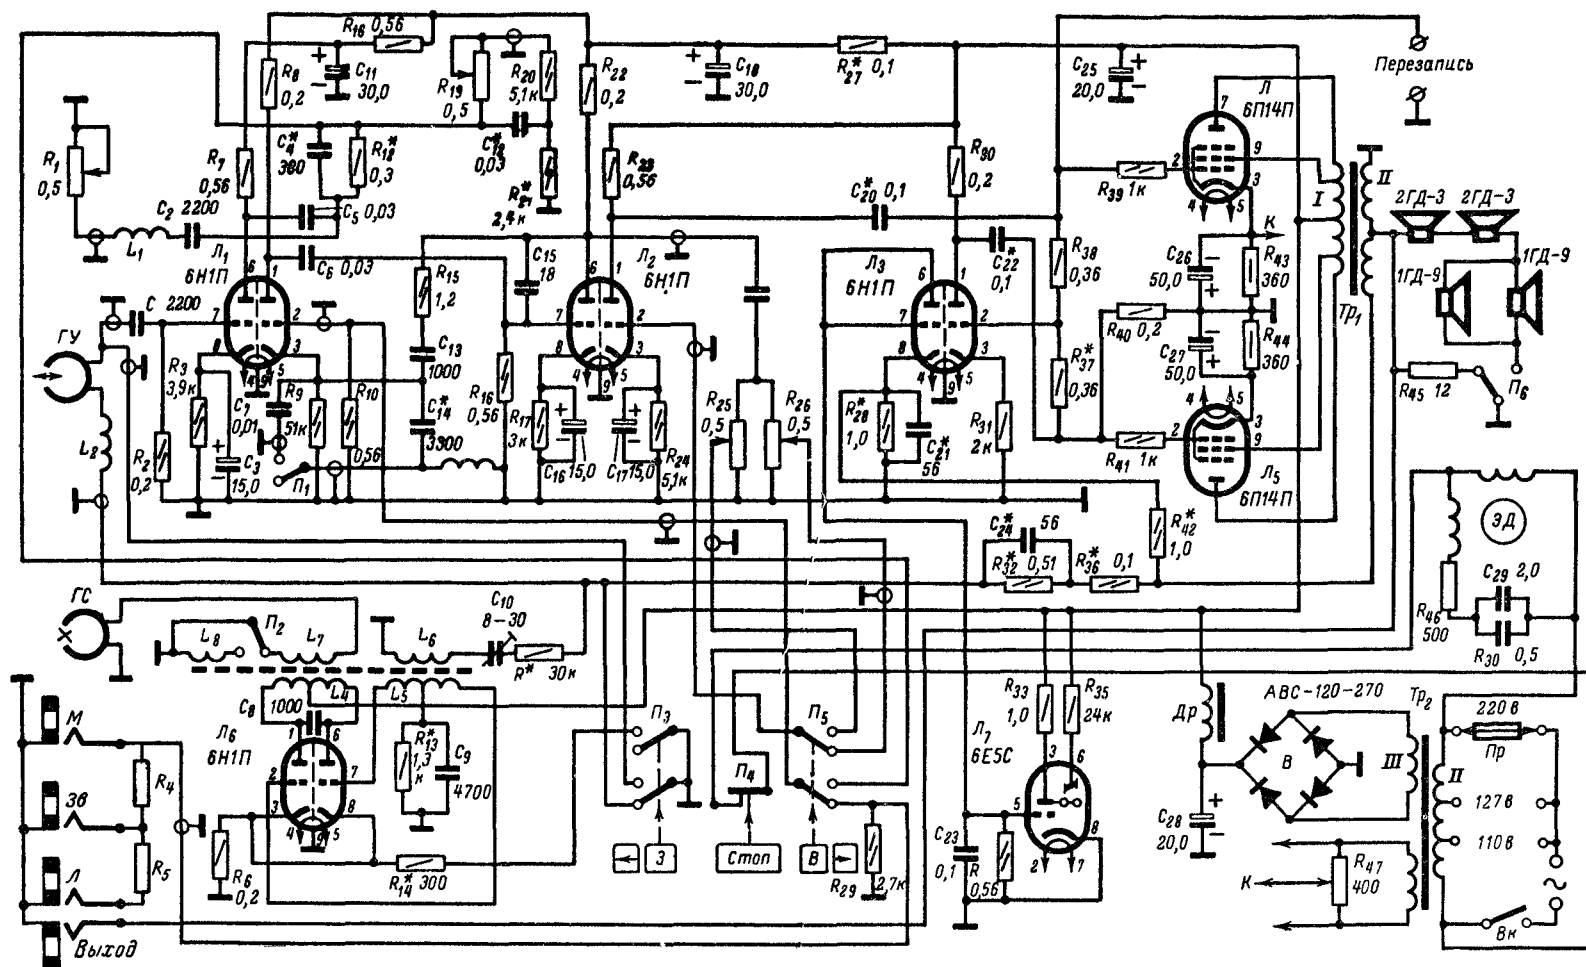

Рис. 29. Принципиальная электрическая схема магнитофона «Днепр-11».
**Усилитель, генератор и выпрямитель.** В магнитофоне применен универсальный усилитель. Принципиальная электрическая схема магнитофона приведена на рис. 29.